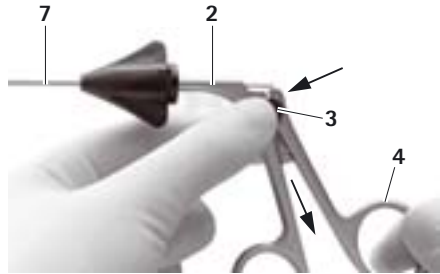

Fig. 1
- Separare l'impugnatura 2 e l'inserto di lavoro 7, vedere Fig. 1: